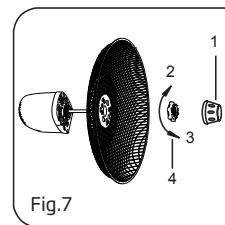

Fig.7
1. Svitare lo spinner in senso orario (o toglierlo dal sacchetto) e il dado di plastica in senso antiorario per rimuoverli entrambi. Fissare la griglia posteriore al motore quindi stringere nuovamente il dado in plastica. (Fig.7)